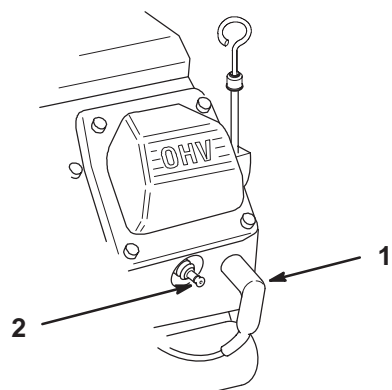

Figure 38
2. Débranchez les fils des bougies (Fig. 38). Nettoyez la surface autour des bougies pour éviter que des impuretés endommagent le moteur en tombant à l'intérieur.
3. Connectez les fils aux bougies (Fig. 38).